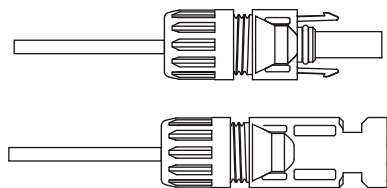

Imagen 5.5 Conector con tuerca ciega atornillada
c) Inserte el pin de contacto en la parte superior del conector y enrosque la tuerca ciega en la parte superior del conector. (como se muestra en la imagen 5.5).